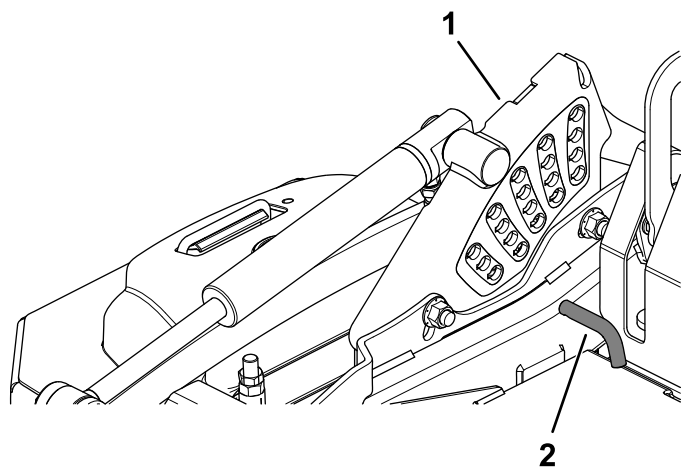

Рисунок 25
2. Повертайте штифт висоти різання, доки циліндричний штифт, розташований в ньому не вирівняється з канавками в отворах у кронштейні висоти різання та вийміть його (Рисунок 25).
3. Вставте штифт висоти різання у отвір, що відповідає необхідній висоті різання (Рисунок 25).
Див. наліпку на боковій стороні плити для підйому кожуха щодо висоти різання (Рисунок 25).